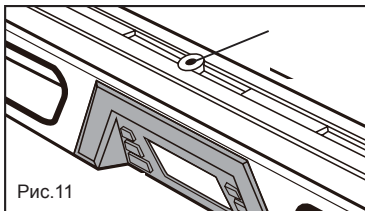

Рис.11
## Использование цифрового уровня на штативе (Рис. 11, 12 и 13)
- 2) Установите уровень на штатив при помощи отверстия под штатив 1/4", расположенного в центре рабочей поверхности уровня (смотрите рис.11).